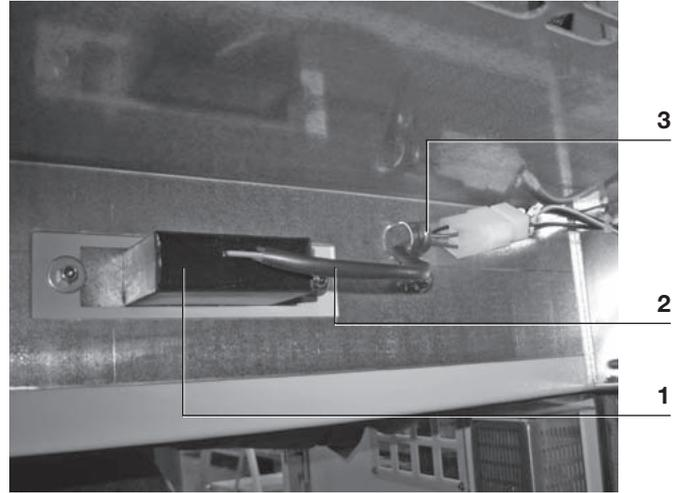

Fig.22b
- débrancher les câbles (2) (fig. 22b)
- démonter le clip (3)
- dévisser et démonter le dispositif de présence tension (1).
- disconnect the cables (2) (fig. 22b)
- dismantle the clip (3)
- unscrew and dismantle the voltage indicator device (1).